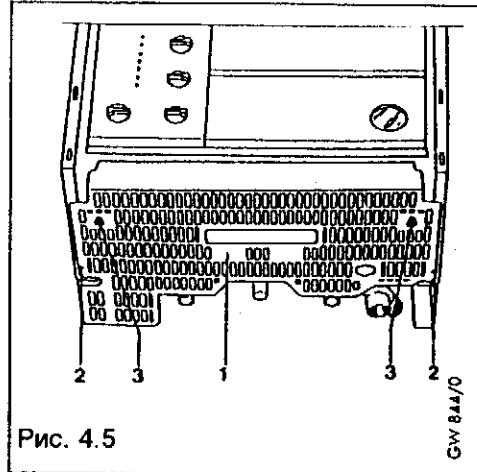

Рис. 4.5
Аппарат положить на пол и после отвинчивания двух винтов (2) и ослабления других двух винтов (3) снять защитную решетку (1, рис. 4.5). Боковины не снимать. Снять пластмассовые заглушки с патрубков хозяйственной воды.